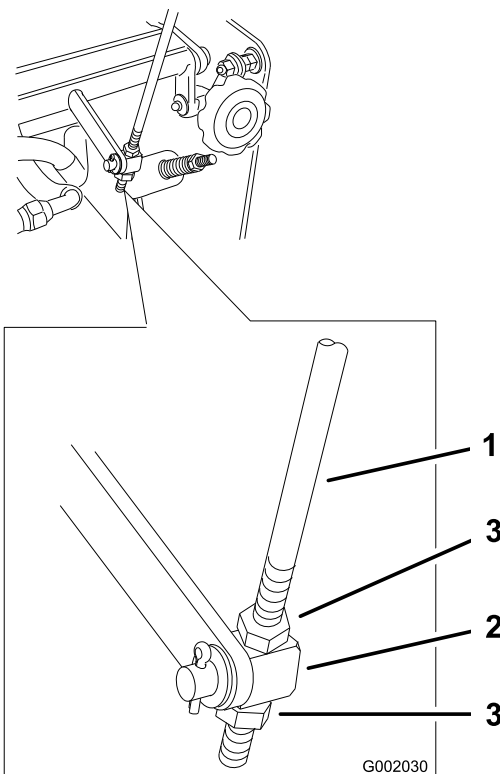

Figure 18
2. Desserrez les écrous de fixation du pivot accouplé à la manivelle de commande de vitesse (Figure 18).
- Ajustez le pivot sur la tige de commande de vitesse et serrez les écrous contre le pivot (Figure 18).
- Ajustez la longueur de la tige de commande en la tournant dans sa fixation (Figure 18).